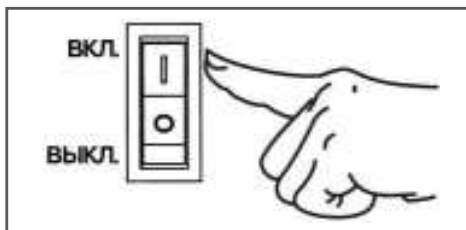

Рис. 11 Выключатель зажигания
5. Выключатель зажигания переведите в положение «ВКЛ.» (Включено) (Рис. 11).
При возникновении аварийной ситуации, для экстренной остановки двигателя генератора переведите выключатель зажигания в положение «ВЫКЛ.» (ВЫКЛЮЧЕНО) (Рис. 11).
4. Переведите выключатель зажигания в положение «ВЫКЛ.» (ВЫКЛЮЧЕНО) (Рис. 11).